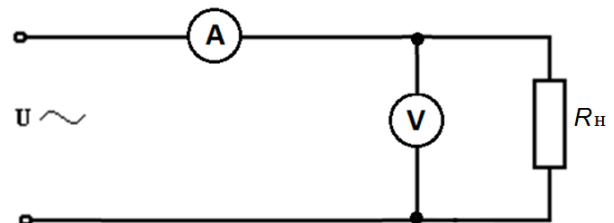

Рис.2
2. Перевірити можливість використання наявної апаратури в даній схемі (рис. 2).